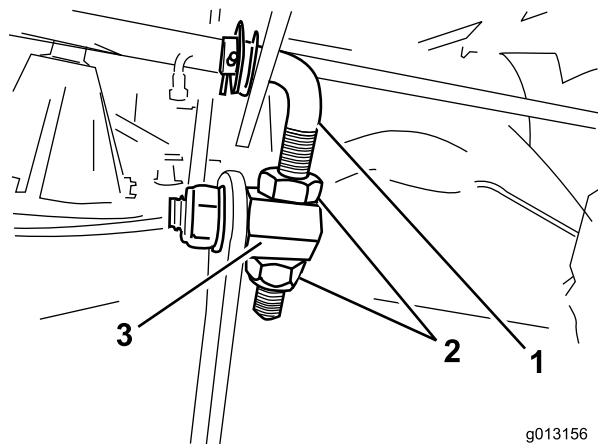
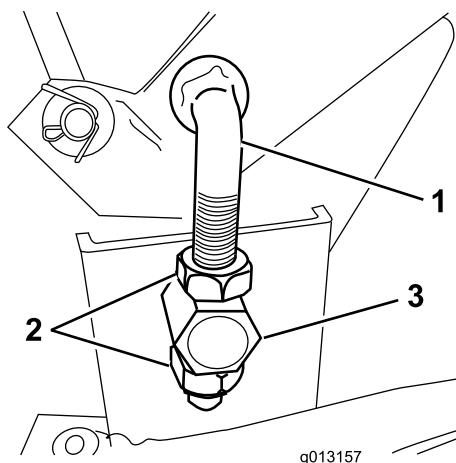

Figura 44
Figura 45
- Afloje las tuercas de los acoplamientos ajustables delantero y trasero (situados en el lado derecho del cortacésped) hasta que los acoplamientos estén libres para desplazarse dentro de las tuercas de ajuste (Figura 44 y Figura 45).